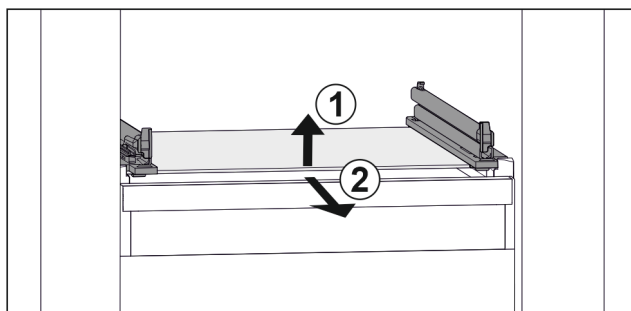

Fig. 114 Примерное отображение стеклянной пластины
- ▶ Приподнимите стеклянную пластину спереди. Fig. 114 (1)
- ▶ Извлеките стеклянную пластину движением вперед. Fig. 114 (2)